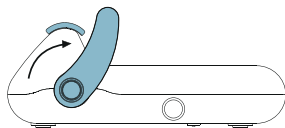

Abb. 4
- 5 Heben Sie den Griff (Abb. 4) an und entnehmen Sie die Sterilisationsverpackung.